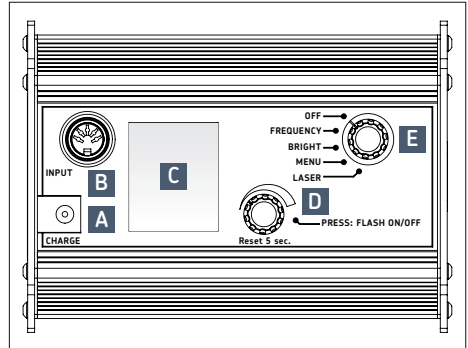

Abb. 1 – Stroboskop SKF TKRS 41
5.1 Anschlüsse (→ Abb. 1)
1. Gerät laden: Schließen Sie das Ladegerät an die Buchse CHARGE (A) hinten am Gerät an (→ Abb. 1).
2. Richten Sie das Gerät auf einen bewegten Gegenstand und schalten Sie es ein. Drehen Sie den Wahlschalter (E) eine Stufe nach links, auf FREQUENCY.